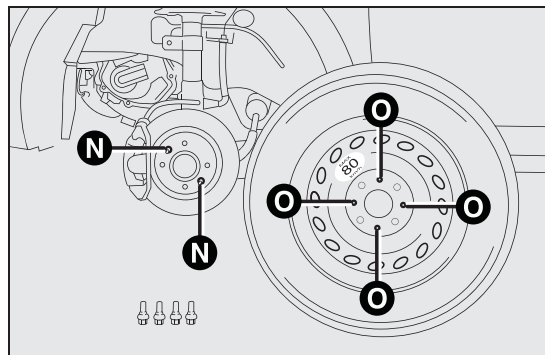

fig. 100
- ☐ monteer het noodreservewiel zodanig dat de pen N fig. 100 in een van de gaten O fig. 100 op het wiel valt;